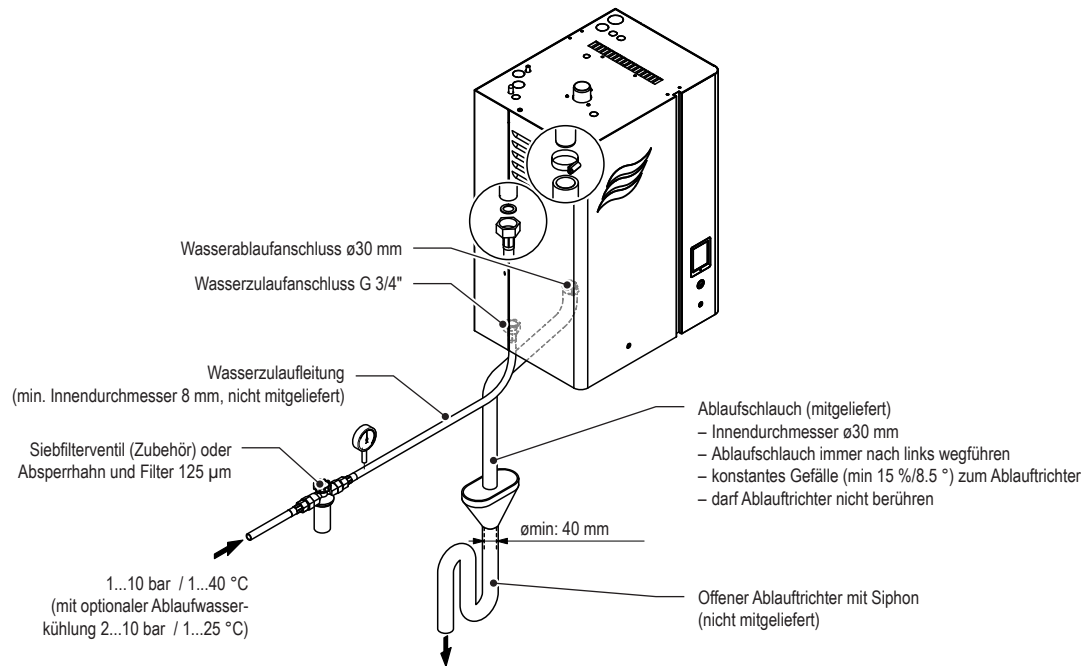

Abb. 21: Übersicht Wasserinstallation für Einzelgeräte Klein ("S") und Mittel ("M")
- Den mitgelieferten Ablaufschlauch immer nach links vom Ablaufanschluss wegführen und nach unten zum Ablauftrichter führen (siehe Abb. 21).